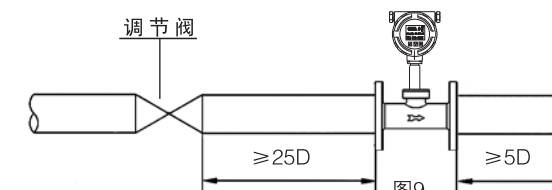

图9
f). 调节阀应安装在流量计的后直管段 $\geq 5D$ 处，若必须安装在流量计的前直管段，流量计前直管段应 $\geq 25D$ 的等径直管段，后直管段应 $\geq 5D$ 等径直管段如图9